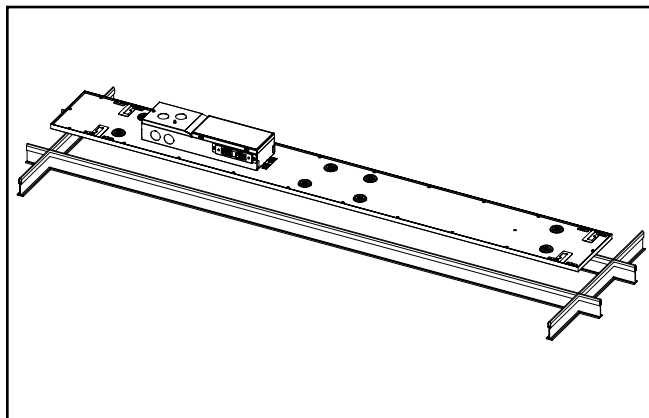

Figura 3.
- Pase la luminaria a través de la rejilla a un ángulo y luego colóquela en la rejilla. (Figura 3.)